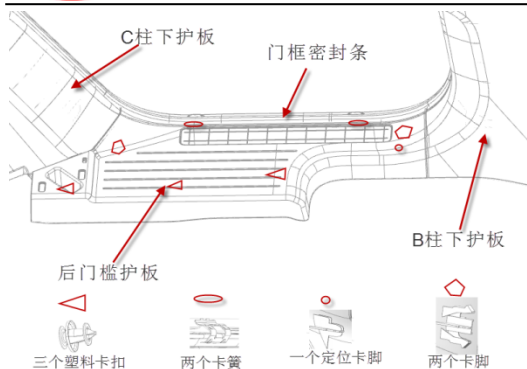

图 7-2-3-1 后门门槛拆卸示意图
- (1) 首先松开前门槛配合带的门框密封条;
- (2) 如图 7-2-3-1, 用手用力掰开与 B、C 柱下护板配合的卡脚, 使之脱离 B、C 柱下护板, 再把塑料卡扣紧固点从钣金分离, 然后沿迎门槛方向滑动, 使卡爪与密封条上的卡簧脱离, 即可卸掉后门门槛。